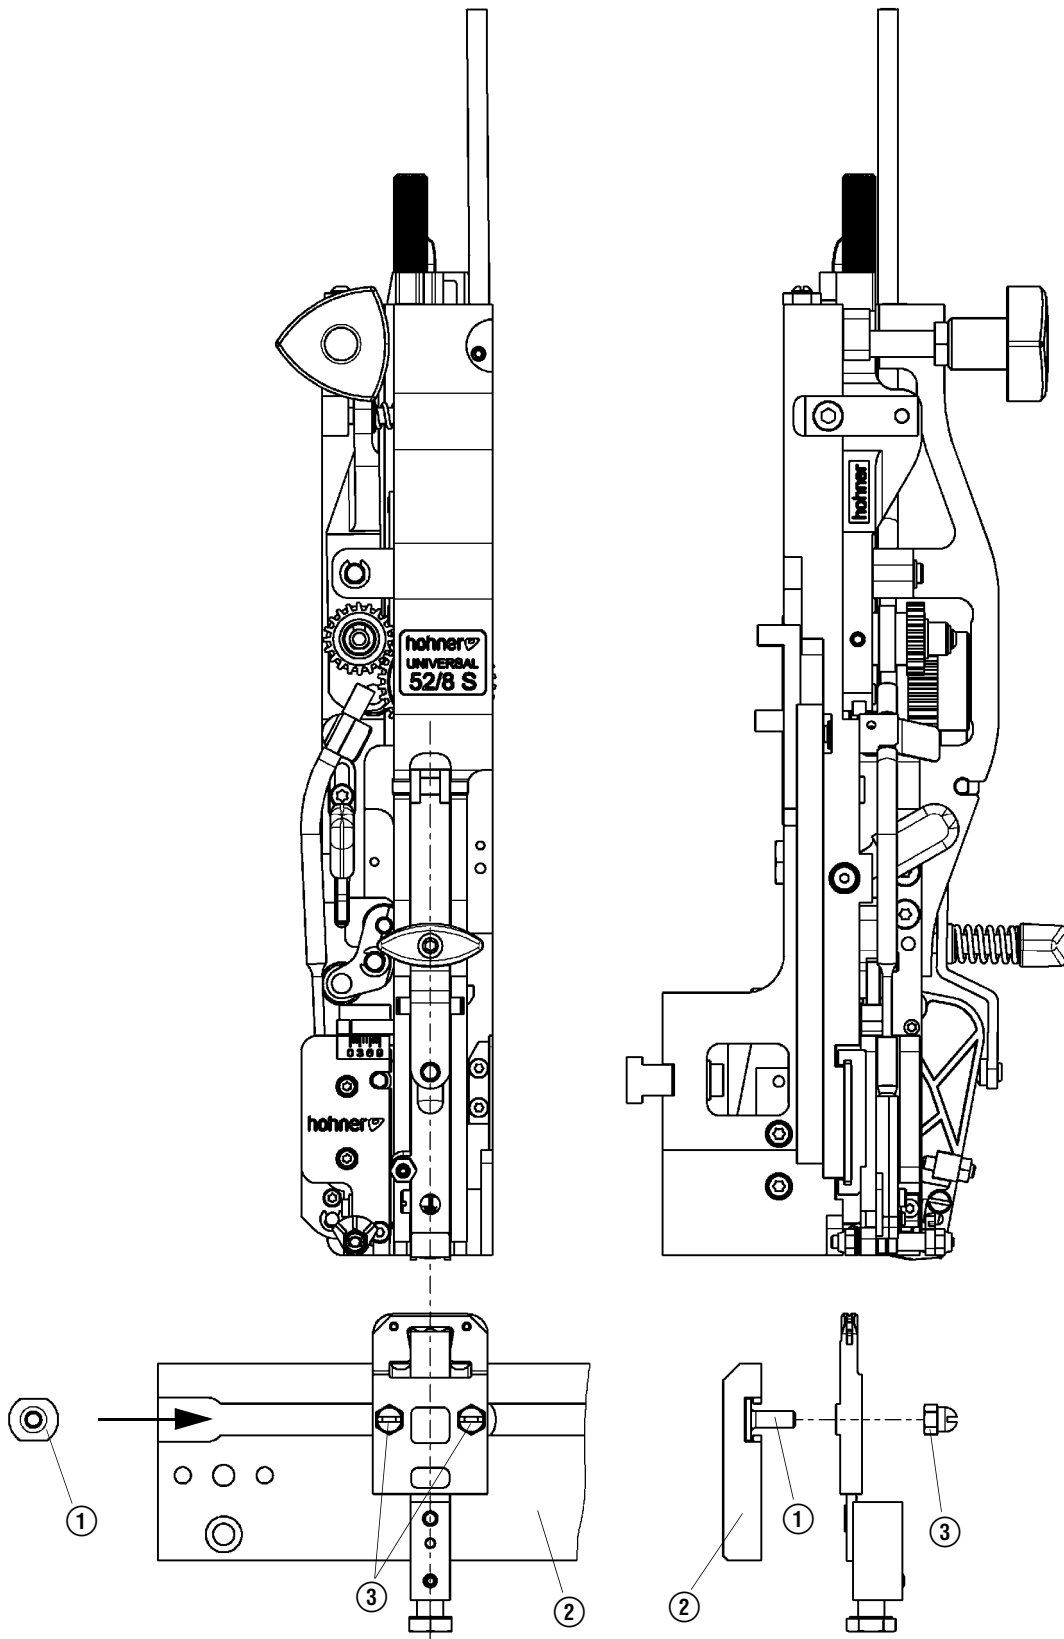

Fig. 7
- Fig. 7 -
- Introducir el tornillo con ranura ① (o taco de corredera) lateralmente en el alojamiento de la caja del remachador ② . Atornillar ligeramente la caja del remachador mediante los tornillos ranurados ① y las tuercas de apriete ③ .
- Fijar la caja del remachador apretando la tuerca de sujeción ③ (o tornillo de sujeción).